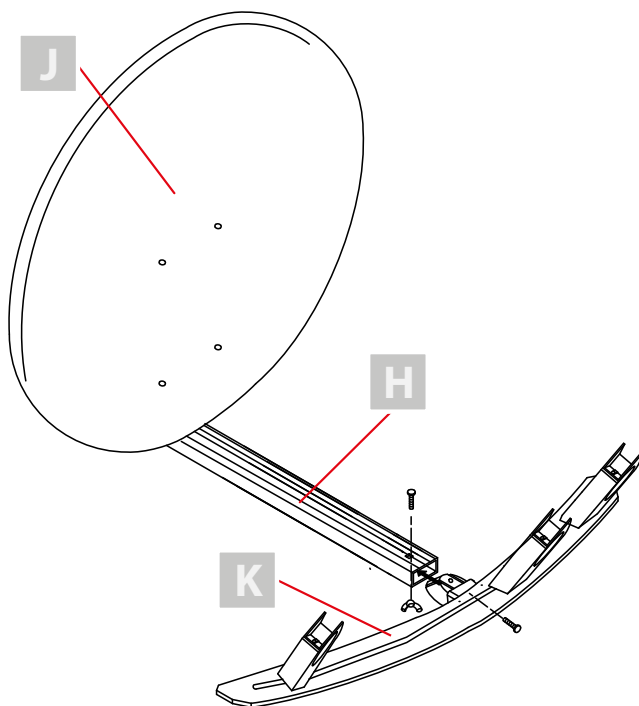

Bild 8: Speiseeinheiten an der Multifeedplatte montieren
1. Schieben Sie die Befestigungsvorrichtung der Multifeedplatte [K] in die untere Öffnung des Tragarms [H] (siehe Bild 8, oben).
2. Verschrauben Sie die Multifeedplatte und den Tragarm so wie es in Bild 8 zu sehen ist.